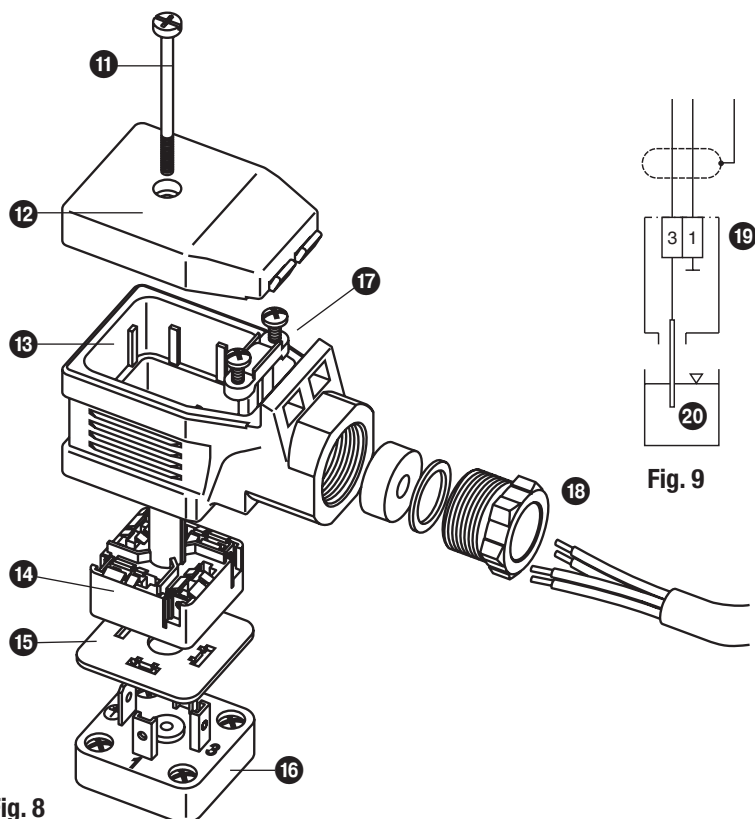

Fig. 8
1. Allentare la vite **11**. **Fig. 8**
1. Allentare la vite **11**. Fig. 8